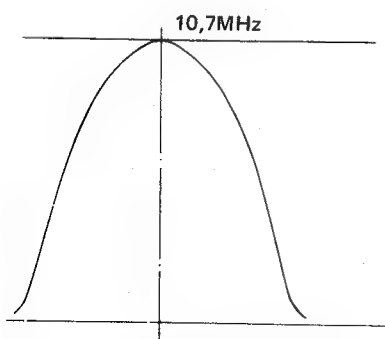

Abbildung 14.
6. Den Ausgang des Wobbelgenerators so weit reduzieren, daß sich die in Abb. 14 gezeigte Wellenform ergibt.
7. Die Kerne von TA01 und TA03 so einstellen, daß die richtige ZF-Wellenform erzielt wird, das heißt, jeder der Kerne ist so einzustellen, daß sich eine gute Einzelspitze und Rechts-Links-Symmetrie gemäß Abb. 14 ergibt.